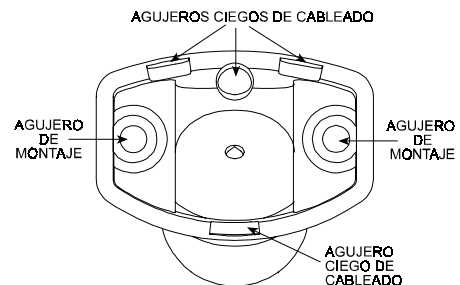

Figura 8. Base de la rótula vista desde arriba
F. Quite los agujeros ciegos de cableado deseados de la rótula (ver Figura 8).